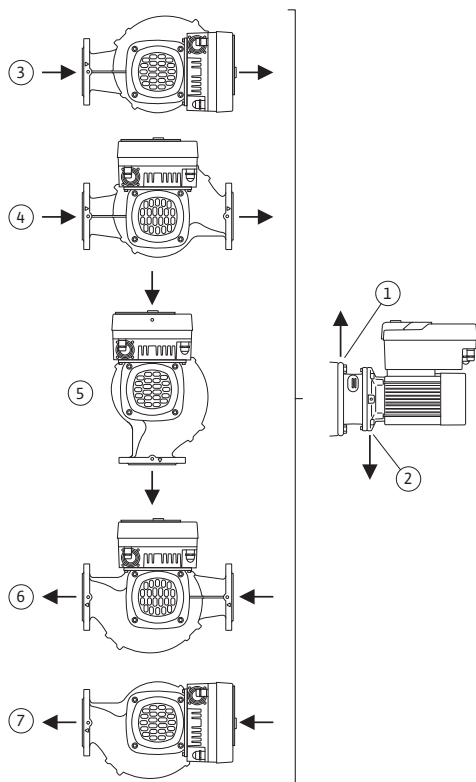

Fig. 9: Tilladte installationspositioner med horisontal motoraksel
De tilladte installationspositioner med vandret motoraksel og elektronikmodul, der vender opad (0°), er vist i Fig. 9.
Udluftningen af pumpen er kun sikret, hvis ventilationsventilen vender opad (Fig. 9, pos. 1).
Kun i denne position (0°) kan dannet kondensat bortledes målrettet via eksisterende huller, pumpekanterne samt motor (Fig. 9, pos. 2).